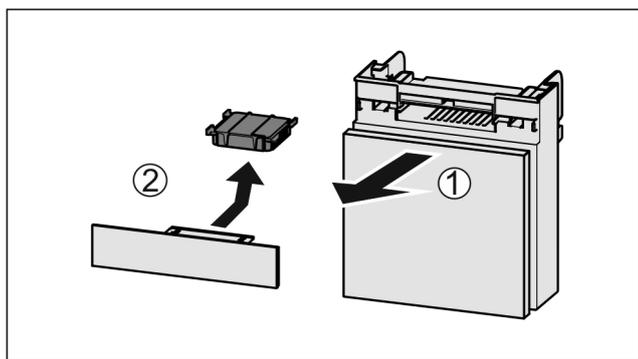

Fig. 127
- ▶ Pretinac izvučite Fig. 127 (1) prema naprijed.
- ▶ Izvadite filter s aktivnim ugljenom Fig. 127 (2).